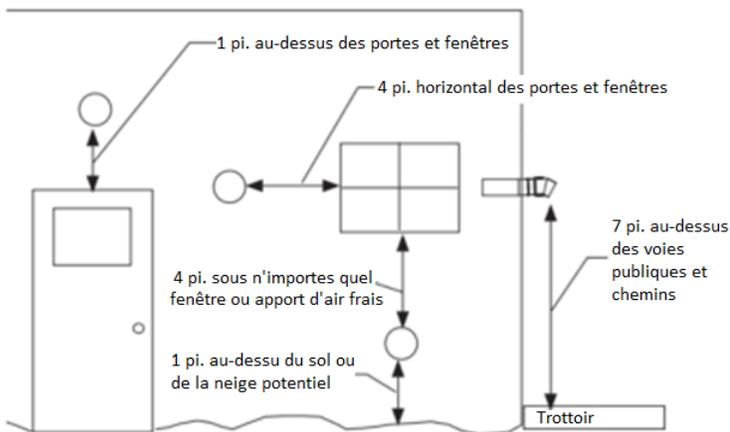

Figure 1 - Exigences de terminaison horizontale
- Lorsque le conduit passe à travers un mur latéral, terminez le système à au moins 12 po (0,3 m) au-dessus du sol et au-dessus de la ligne de neige dans les zones géographiques où la neige peut s'accumuler. La zone de terminaison doit être dégagée de la neige et de la glace en tout temps. Voir la figure 1.
- Terminez le système à au moins 7 pi (2,1 m) au-dessus d'une allée ou d'un chemin public, à au moins 6 pi (1,8 m) de l'entrée d'air de combustion de tout appareil ou à 3 pi (0,9 m) de tout autre ouverture de bâtiment, compteur de gaz, régulateur de service ou similaire. Moins de distance est autorisée si spécifier dans les instructions d'installation de l'appareil. Il doit également se terminer à au moins 3 pi (0,9 m) au-dessus de toute entrée d'air forcé à moins de 10 pi (3,1 m) et se terminer à au moins 4 pi (1,2 m) au-dessous, 4 pi horizontalement de ou 1 pi (0,3 m) au-dessus toute porte, fenêtre ou entrée d'air par gravité dans un bâtiment tel que prévu dans le Code national du gaz combustible ANSI Z223.1 et NFPA 54. Voir la figure 1. Un jugement correct peut nécessiter de plus grandes distances selon le côté de l'équipement installé ou pour éviter la neige qui tombe du toit ou des arbres. La terminaison doit être suffisamment éloignée des arbres, arbustes ou objets décoratifs pour éviter tout dommage.